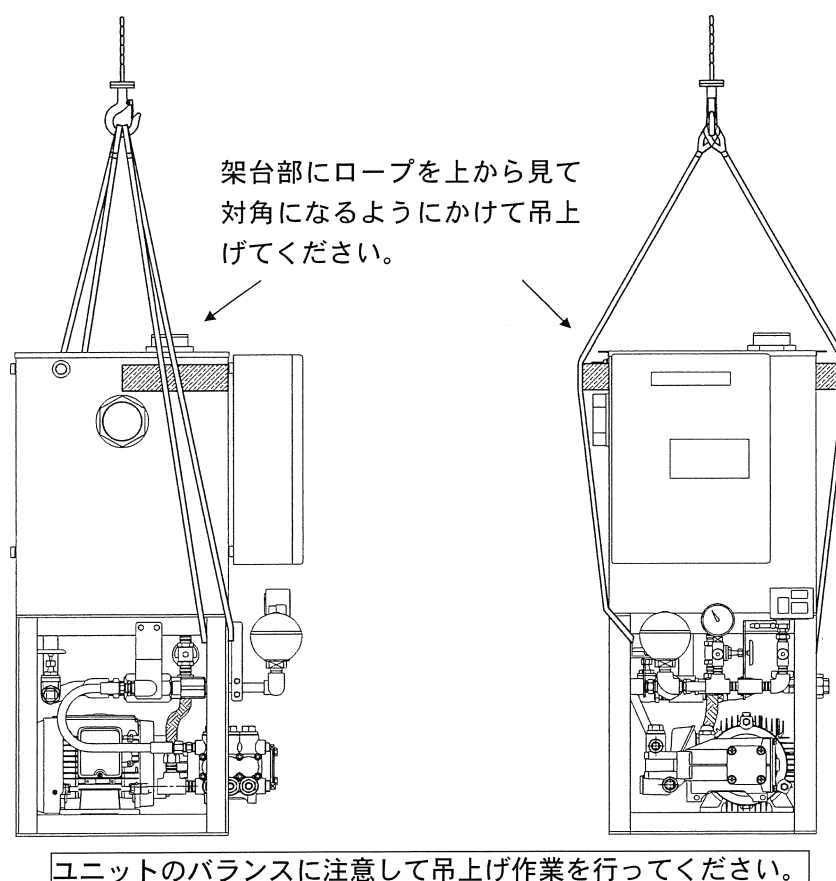

図2 ユニット吊上げ要領(一例)
- (1) ユニットの移動・搬入される際には、図2(一例)のようにユニットを吊上げるようにしてください。ユニットが傷つかないように、ロープとユニット間に枕木等を当ててください。
- (2) 標準仕様の補助加圧ポンプユニットは屋内設置用です。特殊仕様の屋外設置仕様の場合も、機器の寿命を考慮し、強風雨、直射日光の当たらない場所に設置してください。
- (3) 補助加圧ポンプの保守点検に便利な場所に設置してください。
- (4) 関係者以外の人が補助加圧ポンプユニットに近づけぬよう囲いを設けるなどの対策を施してください。
- (5) 火災時にもポンプ、電動機、配電設備が安全なよう考慮してください。
- (6) 冬期に凍結の恐れのある場合、配管、ホース、圧力スイッチ、水槽等に必ず防寒対策を行ってください。